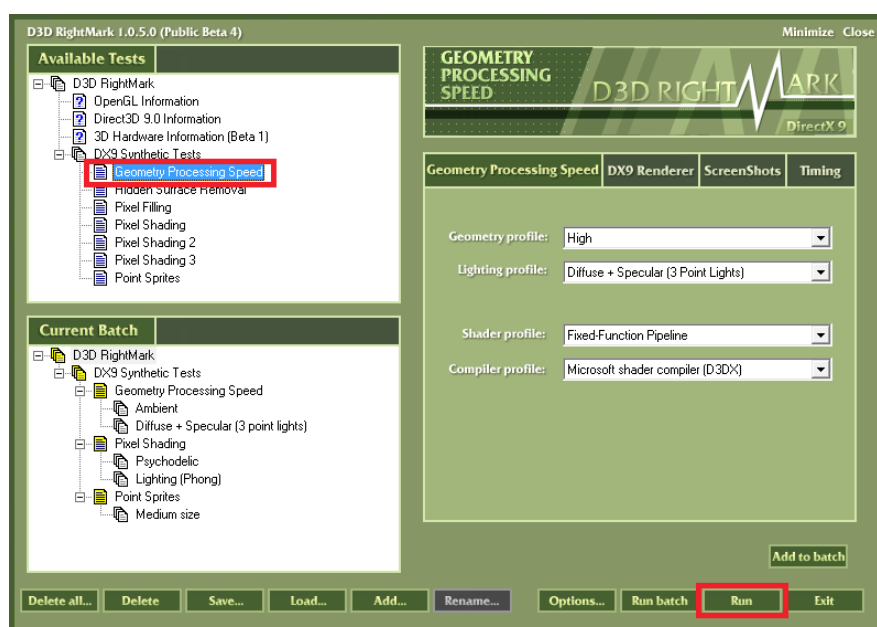

Рис. 7 Приклад запуску тесту *Geometry Processing Speed*
2.4.2. Запустити на виконання тест *Geometry Processing Speed*. Для цього у вікні *Available Tests* вибрати *DX9 Synthetic Tests->Geometry Processing Speed* та натиснути кнопку «Run» (рис. 7).